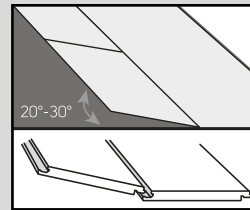
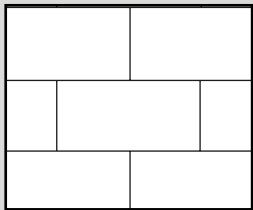

Fig. 3
Fig. 3a
4. Comience la segunda fila de manera que la lengüeta encaje en la hendidura, sujetando el tablón en ángulo (aproximadamente a 30°) y, a continuación, empuje con firmeza el tablón/baldosa hasta que encaje en la hendidura de la primera fila. Instale el siguiente tablón/baldosa de manera que la lengüeta y la hendidura hagan clic por el extremo corto. Acople la lengüeta y la hendidura del lateral largo introduciendo en ángulo los tablonces/baldosas (fig. 3). Las baldosas y los tablonces deben instalarse escalonados de manera que nunca coincidan cuatro esquinas (fig. 3a y 3b).